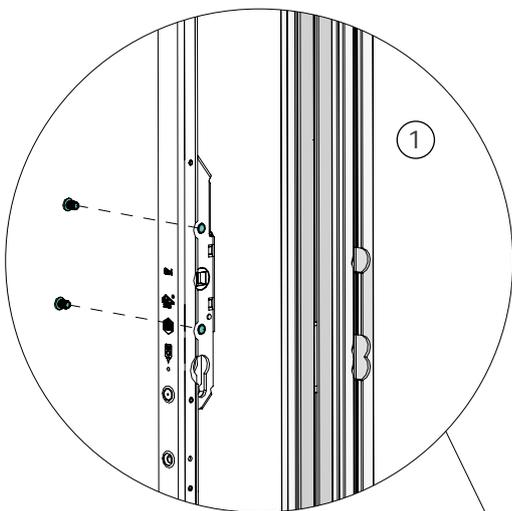

Abb. 1
- ① Beim Getriebe ohne Hubantrieb müssen die Schraubbuchsen zur Griffmontage beim Schlosskasten montiert werden (s. Abb. 1). Bei dem Getriebe mit Hubantrieb ist dieser Schritt nicht notwendig.